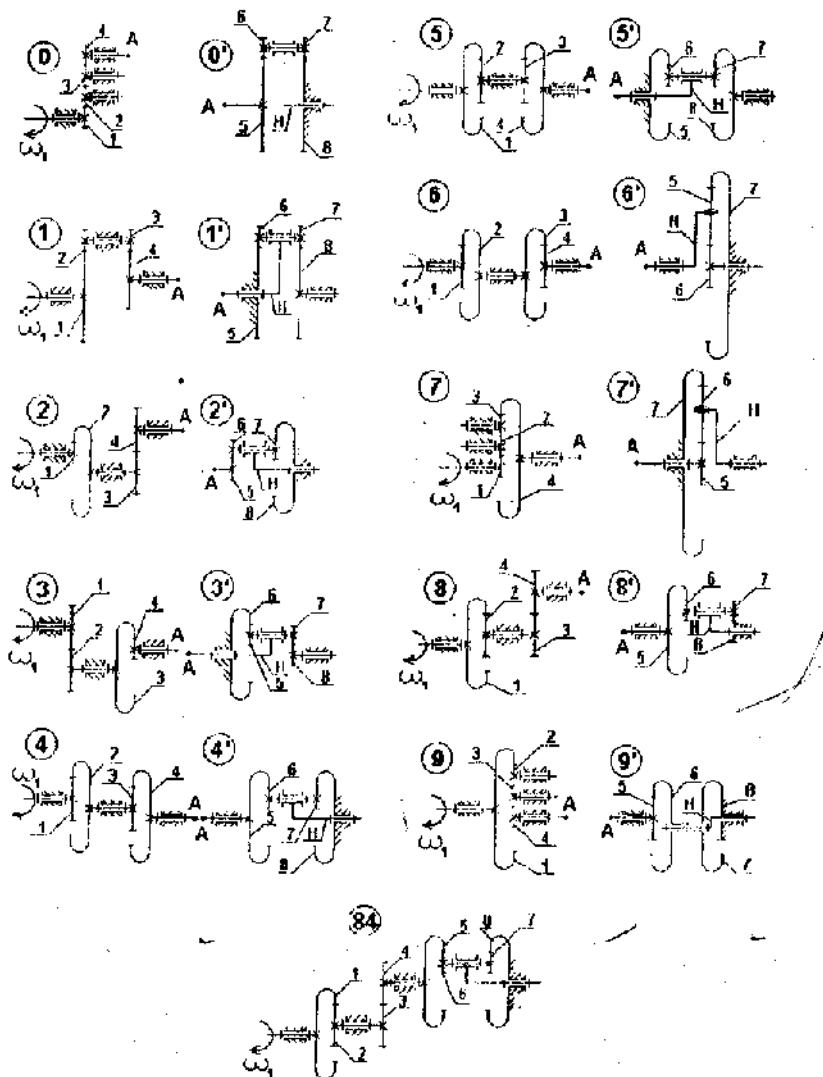

Рис. 3
Задача 1. Склади зубчастий механізм, узявиши одну його частину з рис. 3 (0–9), відповідно до передостанньої цифри номера студентського квитка, а другу – з рис. 3 (0–9') відповідно до останньої цифри номера, і жорстко з'єднати їх у точці А. На рис. 3 (84) показано приклад утворення зубчастого механізму, який відповідає номеру білета, що закінчується на цифру 84. За заданим числом зубців Z та модулем m (див. таблицю) аналітично і графічно визначити значення передатного числа та кутові швидкості кожної ланки механізму. Прийняти $\omega_1 = 100 \text{ c}^{-1}$.
Задача 2. Визначити зведеній до ланки 1 (див. рис. 3) момент інерції зубчастого механізму із задачі 1, взявиши момент інерції J_i ланок, момент інерції водила J_H та масу сателітів m_s з таблиці.